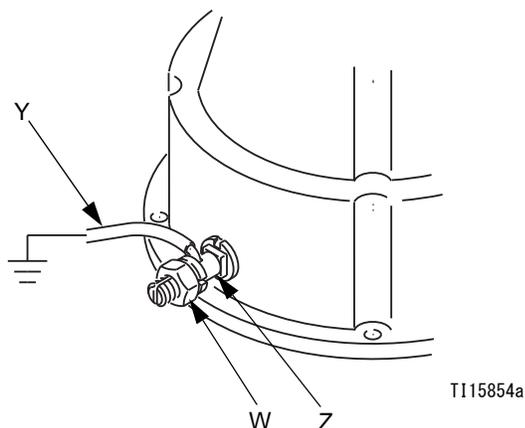

図 1 接地線
ポンプ：接地線およびクランプを使用します。図 1 を参照してください。接地ラグ (Z) のロックナット (W) を緩めます。ワイヤ (Y) の一端を接地ラグに挿入し、ロックナットをしっかりと締めます。接地クランプを大地アースに接続します。注文部品 237569 接地ワイヤと C ライト。